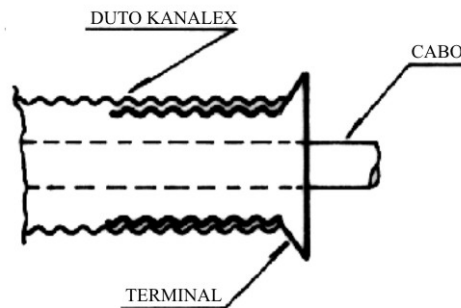

Figura 45
- b) Realizada esta operação, reintroduz-se o terminal no duto, obtendo-se assim, uma chegada de caixa convencional (Figura 45).